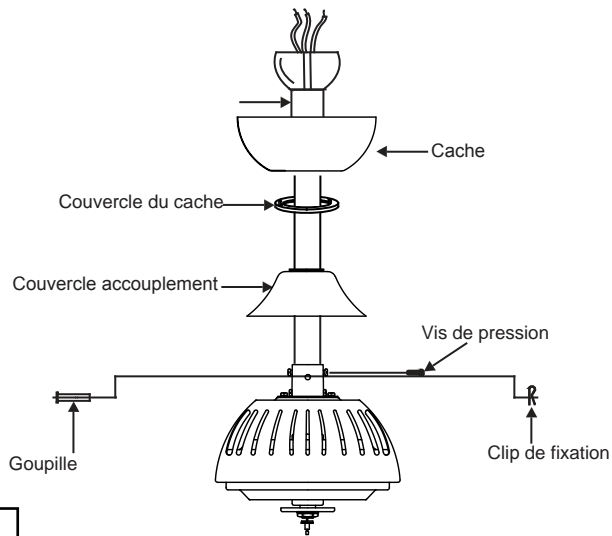

Fig. 9
**Étape 8.** Faites glisser le couvercle d'accouplement, le couvercle du cache et le cache sur la tige de suspension. (Fig. 9). Placez la balle de suspension sur la tige de suspension, insérez la broche transversale dans la tige de suspension et serrez. Serrez maintenant la vis de pression. (Fig. 9).